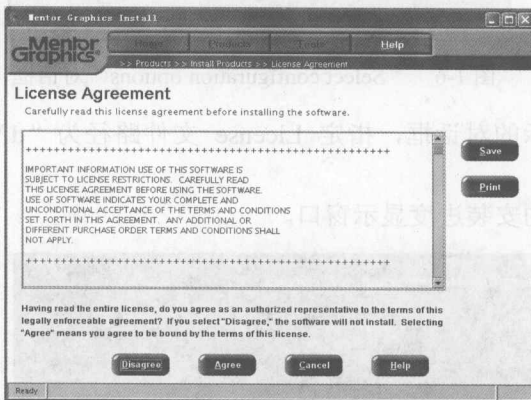

图 1-11 “License Agreement”对话框
(2) 单击其中的“Install Products”按钮, 弹出如图 1-11 所示的对话框。